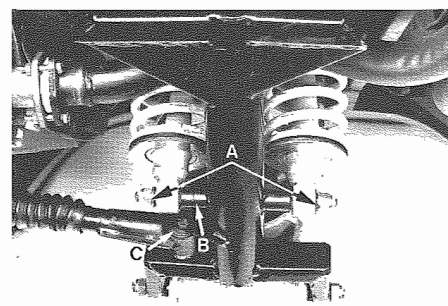

Fig. 8 - A - Perno e dadi fissaggio ammortizzatore
- Nel gruppo inferiore ammortizzatore posteriore è presente un distanziale (**Fig. 8**).
- In the rear lower shock absorber assy there is a spacer (**Fig. 8**).